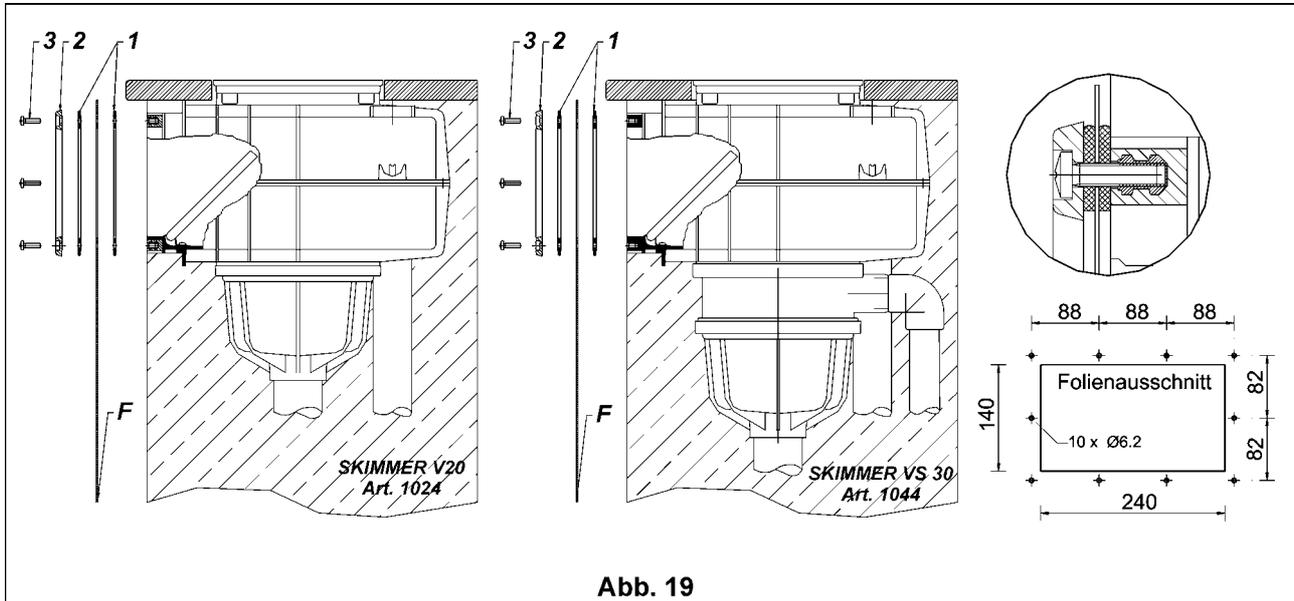

Abb. 19
3.4 Einbau der Skimmer V 20 und VS 30 in Betonbecken mit Folienauskleidung (Abb. 19)